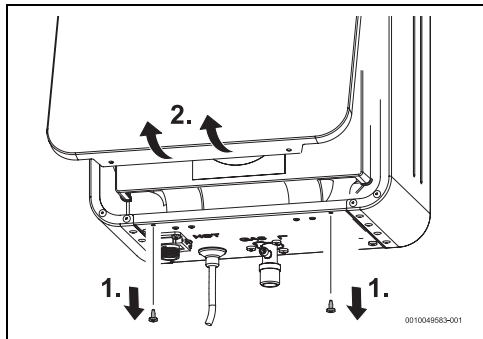

Fig. 26 Démontage de l'habillage avant
- ▶ Retirer le cache de l'appareil (fig. 26, page 24).